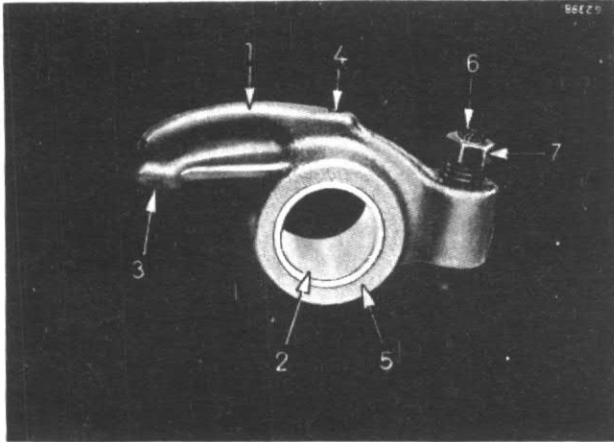

Figure 7
Montez des bagues neuves bien à ras des deux côtés du culbuteur (5), fig. 7. Percez un trou $\varnothing$ 3 mm pour le passage d'huile (4) dans la bague. Eliminez les copeaux et les bavures. Alésez la bague aux cotes de finition. Voir "Caractéristiques".